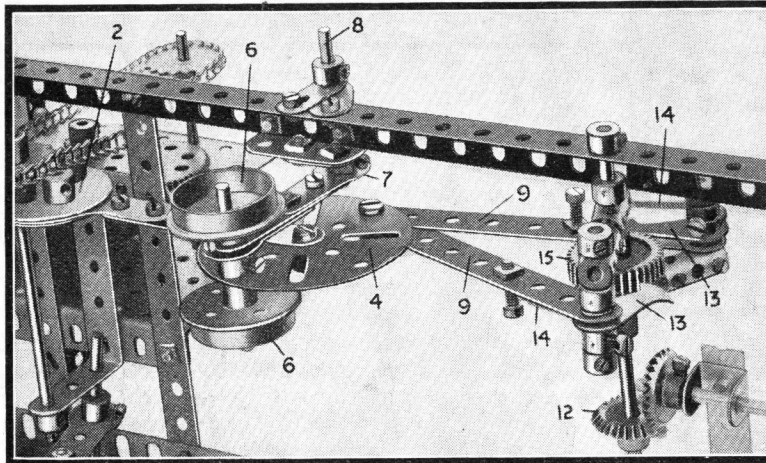

Fig. 7. Vue de dessous du Convertisseur en Meccano.
Les cliquets (13) sont montés sur des courtes tringles fixées dans les trous extérieurs des accouplements (indiqué plus clairement sur la fig. 7). Ces cliquets sont contrôlés par des petits ressorts (14) de façon à ce qu'ils soient en contact avec une roue de 38 dents (15); quand ils se meuvent dans une direction permanente ils entraînent la roue dentée 15 et aussi la tringle (11) sur laquelle la roue est fixée. (Suite p. 142)